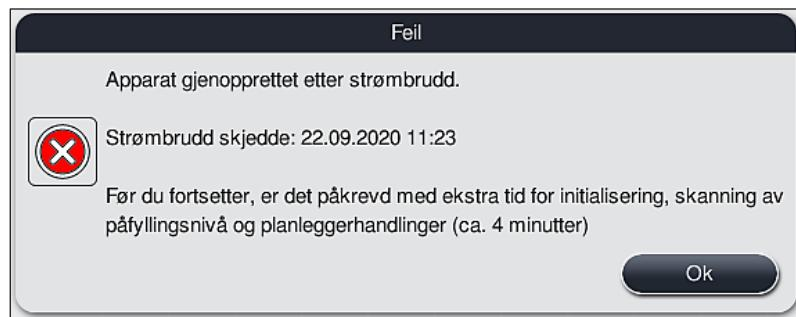

Fig. 108
- ⓘ Den første informasjonsmeldingen etter at enheten starter igjen, varsler brukeren automatisk om tids punkten for strømbruddet (→ "Fig. 108"). Bekreft meldingen med **OK**-knappen. Deretter vises flere instruksjoner om hvordan fargeprosessen skal fortsettes.